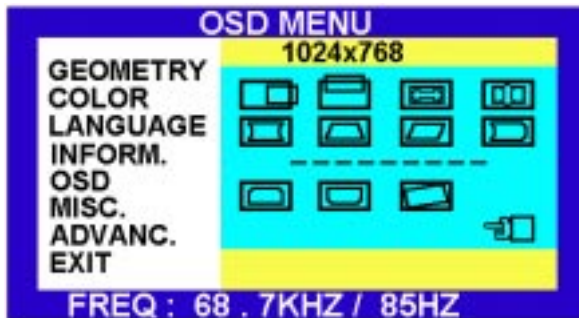

Abbildung 4: OSD-Hauptmenü
Drücken Sie auf 'ONE TOUCH OSD' (B), um das OSD-Hauptmenü abzurufen. Ein Fenster wie in Abbildung 4 erscheint.